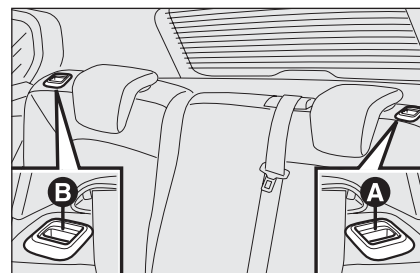

рис. 96
- ☐ используйте рукоятки **А** или **В**-рис. 96 для деблокировки соответственно левой или правой части спинки сиденья, а затем направления спинки сиденья на шторку.